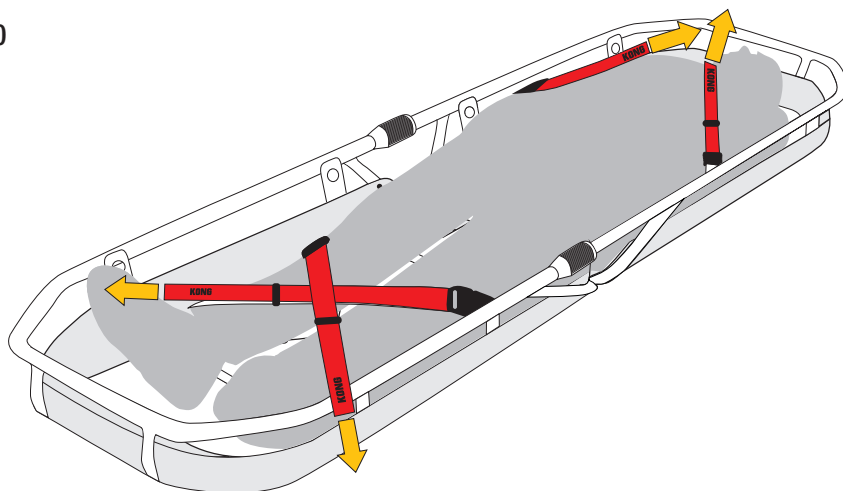

Fig.11
- adagiare il paziente nella barella, agganciare le fibbie e tensionare le fettucce fino a bloccarlo (fig. 11).